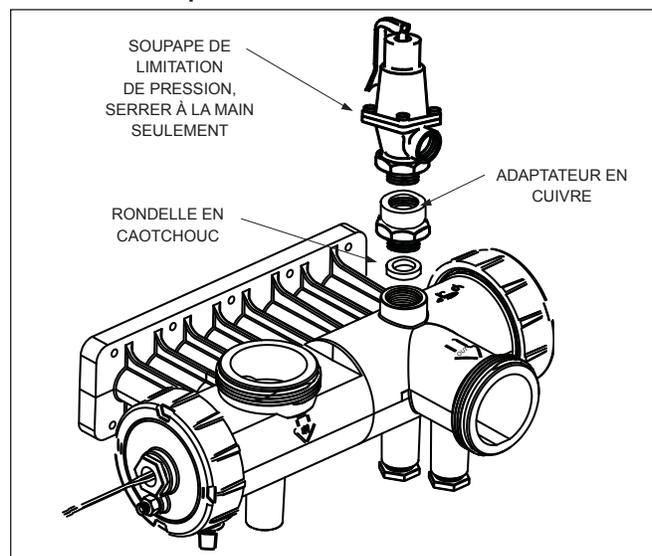

Figure 19. Installation de la soupape de limitation de pression
6. Installer la rondelle en caoutchouc au bas du trou. Voir figure 19.
11. Installer le raccord intermédiaire sur la soupape de détente de pression et serrer à l'aide de deux (2) clés à molettes. Utiliser la marque faite précédemment sur le raccord intermédiaire pour orienter la soupape de détente de pression dans la direction voulue par rapport aux connexions d'eau du collecteur.